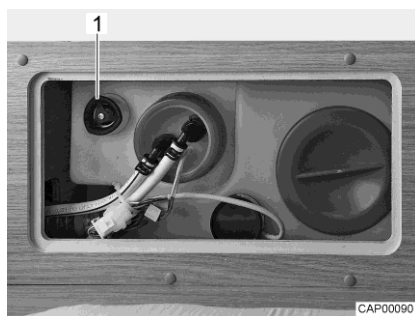

Bild 61 Vattentank med ratt
- Vrid ratten (Bild 61,1) på vattentanken medurs till stoppläget.
- Vrid ratten (Bild 61,1) på vattentanken moturs till motståndet. Vattnet rinner ut tills ca 20 liter är kvar.